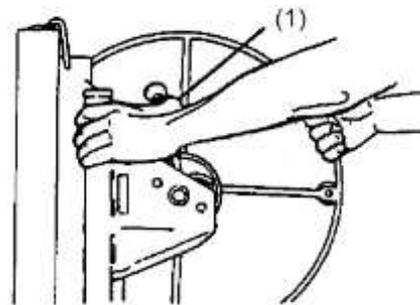

Abbildung 3
- b. Schieben Sie den Bremshebel ganz nach oben. Fassen Sie das Windenrad nach und halten Sie den Bremshebel mit dem Daumen fest, damit sich das Rad nicht zurückdreht **(1)** (Abb. 3).